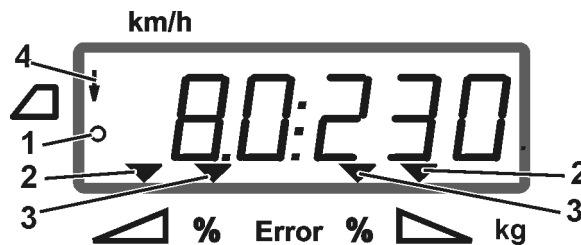

Fig. 6
- **AMADOS⁺** için sürme mesafesi hesaplamasına ilişkin palılar görüntülenir (Fig. 6/1),
- kapatma sürgülerinin açıldığı görüntülenir (Fig. 6/2).
- Sınırdaki gübreleme işlemi, ekrandaki bir ok (Fig. 6/4) aracılığıyla görüntülenir.
- Çalışma ekranındaki üçgen sembolleri (Fig. 6/3) gübre atım miktarı değişikliğini belirtir.